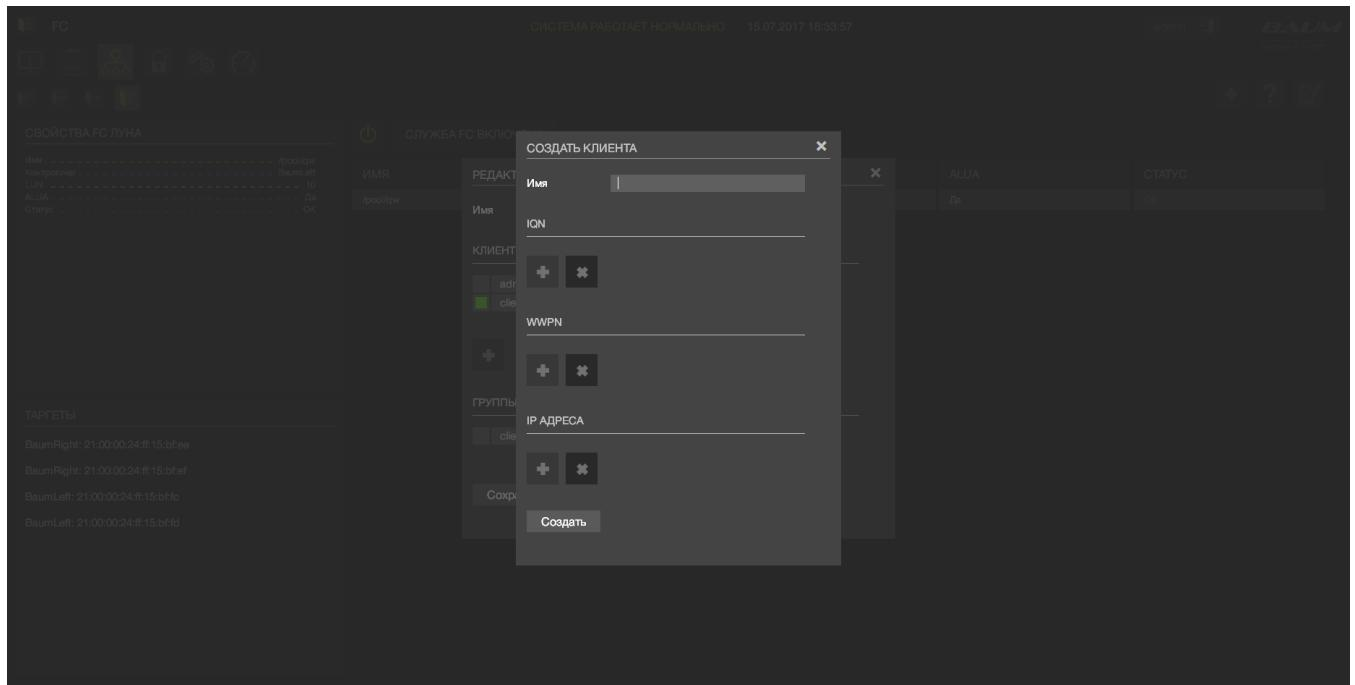

Рисунок 66 – Создание клиента
- 3) Заполнить необходимые данные (см. Рисунок 66).